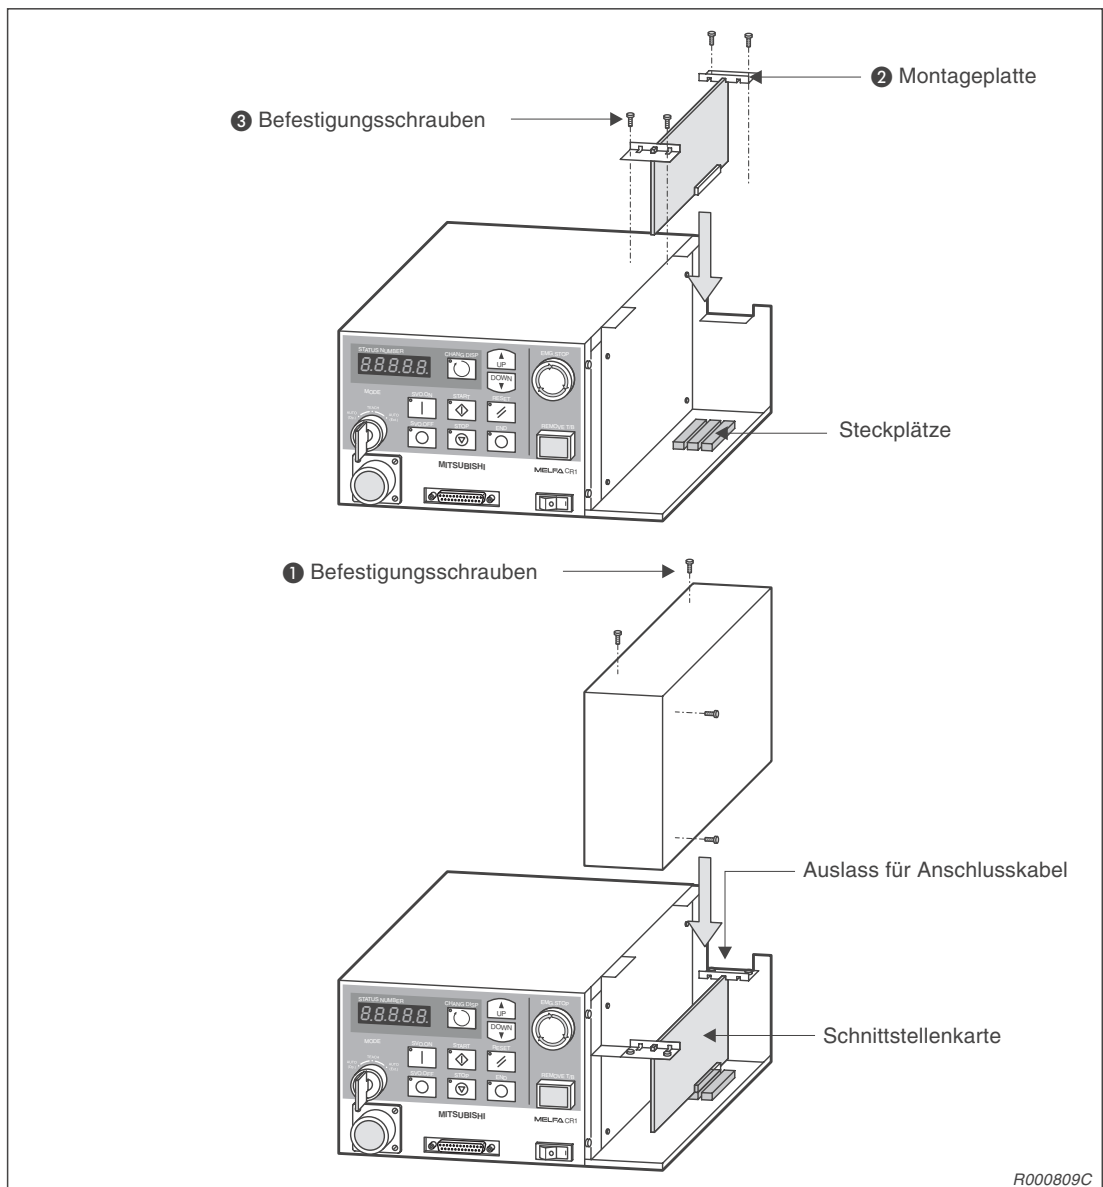

Abb. 2-30: Installation zusätzlicher Schnittstellenkarten
- ④ Befestigen Sie die Schnittstellenkarten mit den Montageplatten ❷ und den Schrauben ❸.
- ⑤ Montieren Sie die Abdeckung des Erweiterungsmoduls Abb. 2-30:
- ⑥ Achten Sie darauf, dass keine Kabel eingeklemmt werden.